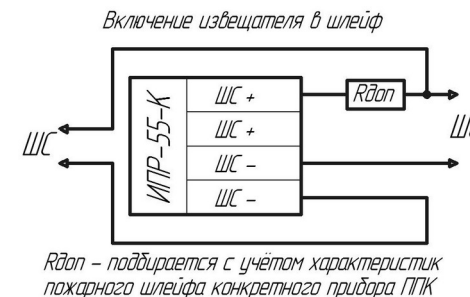

Рисунок 1. Включение извещателя в шлейф
- 5.2.3. Подключение проводов к клеммным соединениям производить в соответствии с полярностью, указанной на плате, по одной из схем согласно рис.1 или 2.